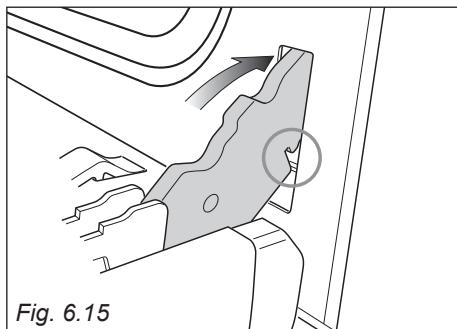

Fig. 6.15
2. Insérer le crochet des charnières (droite et gauche) dans son emplacement; s'assurer que la rainure soit dans sa logement (fig. 6.15).